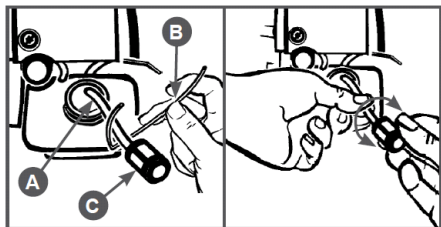

Рис. 14 Извлечение топливного фильтра
2. Согните кусок мягкого провода в виде небольшого крючка В (Рис. 14).
3. Зацепите крючком топливный шланг А с фильтром С и вытяните через заливную горловину (Рис. 14).